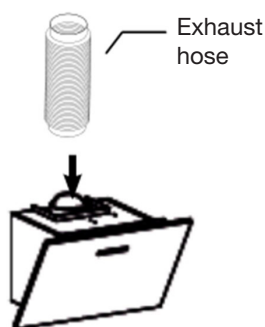

Fig.3
3. Fäst det yttre skorstensfästet på den yttre skorstenen/ventilationskanalen med 2 skruvar (ST4×8mm), och se till att den inre kanalen kan ställas in fritt i höjded och att det utdragbara röret är fixerat. Montera sedan det utdragbara röret samt skorstenen på fläkten. (Se bild 3).